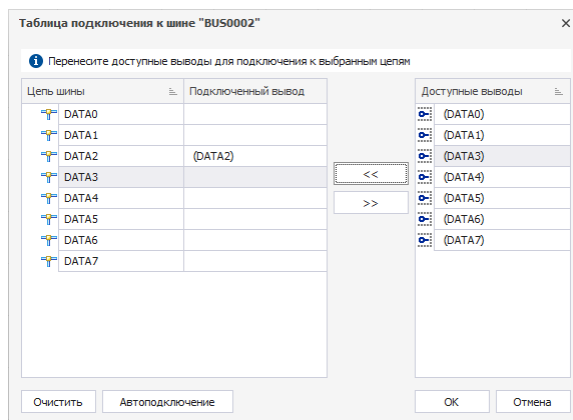

Рис. 189 Соответствие между цепью и выводом установлено
2. Нажать на кнопку «<<» «Добавить цепь», расположенную в центральной части окна. Будет установлено соответствие между выводом и цепью, см. Рис. 189.